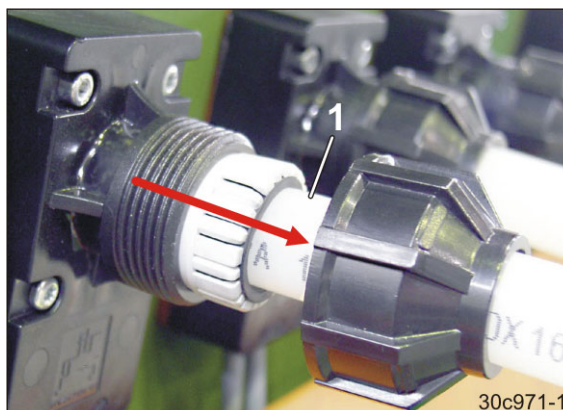

Fig. 7
1. Mærk og afmonter såsædsledningerne (Fig. 7/1).